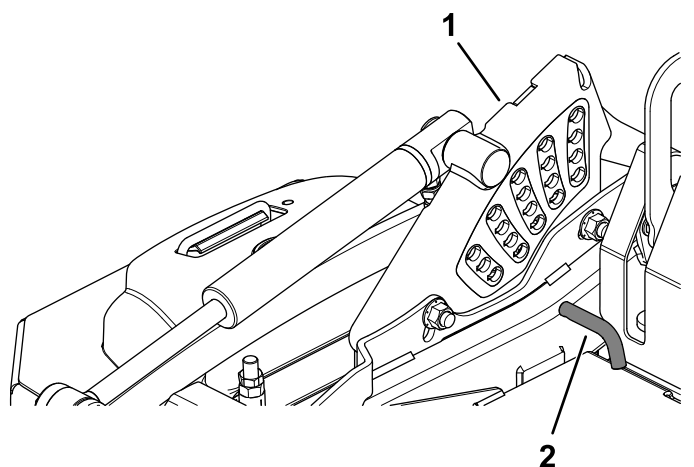

Figura 25
2. Rode o pino de altura de corte até que o pino fique alinhado com as ranhuras nos orifícios no suporte da altura de corte e remova-o (**Figura 25**).
3. Insira o pino da altura de corte no furo correspondente da altura de corte pretendida (**Figura 25**).
Consulte o autocolante junto da placa de elevação da plataforma para obter as alturas de corte (**Figura 25**).